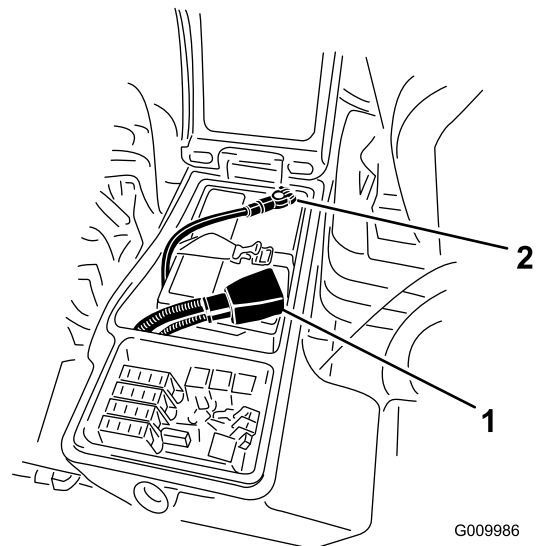

图 48
3. 从负极 (-) 电池端子取下负极接线黑色从正极 (+) 电池端子取下正极接线红色 图 48。
- 将正极红色接线连接到正极 (+) 电池端子负极黑色接线连接到负极 (-) 电池端子 (图 48)。